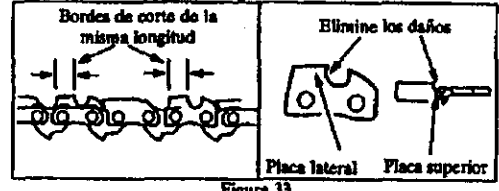

Figura 33
- dirección solamente. Use 2 ó 3 pasadas en cada borde de corte. Figura 33
- Mantenga todos los dientes de la misma longitud. Figura 33.
- Lime lo suficiente para eliminar todos los daños al borde de corte (placa lateral y placa superior. Figura 33).